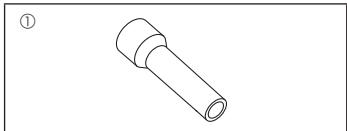

Fig. 1-1
1.6. Принадлежности для наружного блока (Fig. 1-1) (ZM200/250, M200/250)